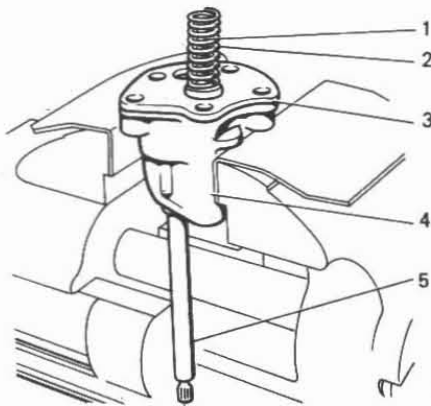

Fig. 2-70. Despiece de la bomba de aceite:
- quite la tapa 3 (fig. 2-70) del cuerpo de la bomba y saque del cuerpo el eje de la bomba con el piñón propulsor y el piñón conducido.